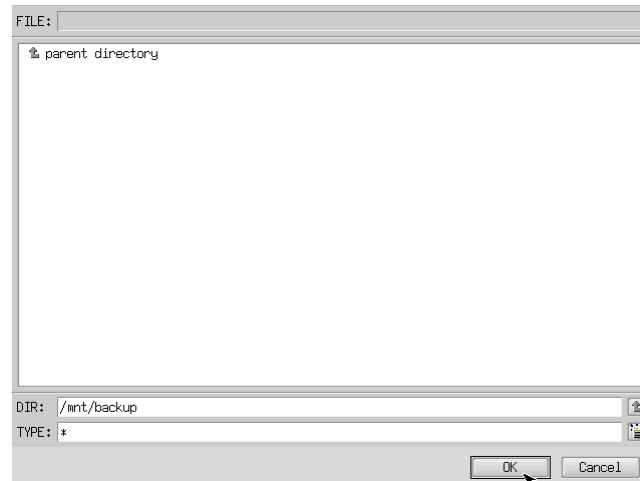

図 6-3-4. フォルダ参照画面
- ⑧ フォルダ参照画面（図 6-3-4）が表示されます。②で接続したパーティションは、/mnt にマウントされるので、/mnt 以下のフォルダを選択してください。[OK]を押すとフォルダ選択画面にもどります。